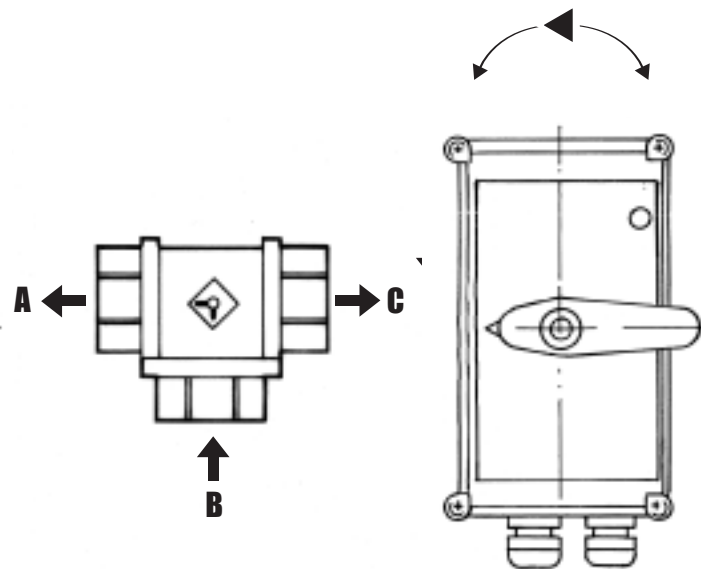

Fig. 2 Valvola a tre vie • Servomotore.
- La tacca incisa sull'albero indica la posizione della sfera forata a "L" o a "T". (Fig. 2).
- The notch on the shaft means "L-shaped drilling" (Fig. 2).